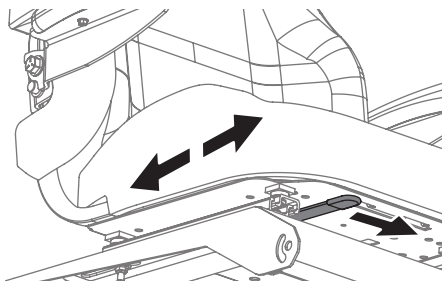

Fig. 18
3. Relâchez le levier. Assurez-vous que le siège est bien dans la bonne position et bloqué avant d'utiliser l'appareil (Fig. 18).